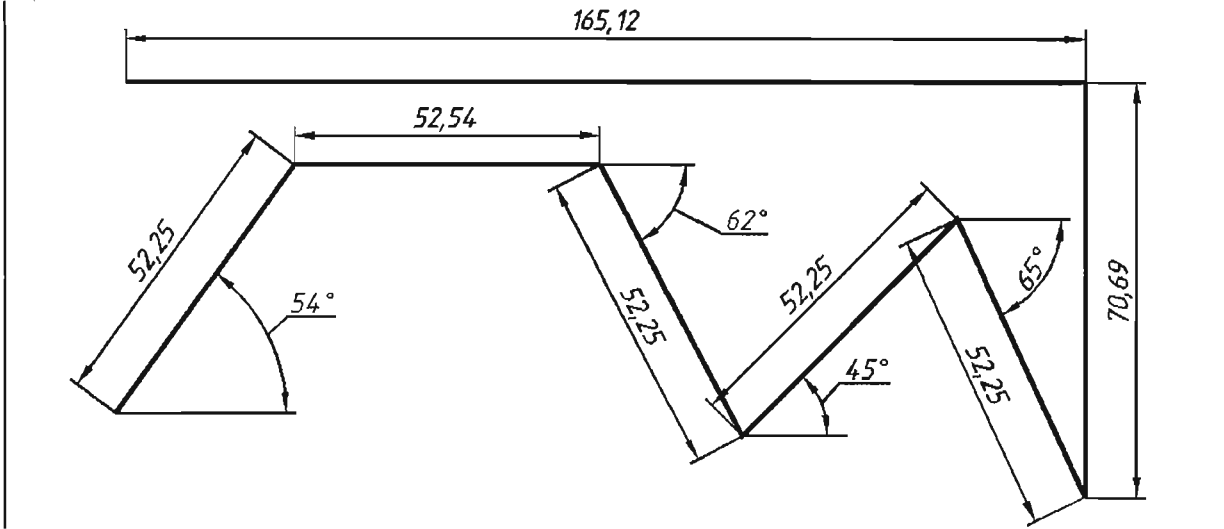

Рис. 4.3. Ломаная полилиния, построенная с использованием относительных полярных координат опорных точек
4.2.4. Построить ломаную полилинию в соответствии с рис. 4.3. Нанести размеры. Сгруппировать изображение.